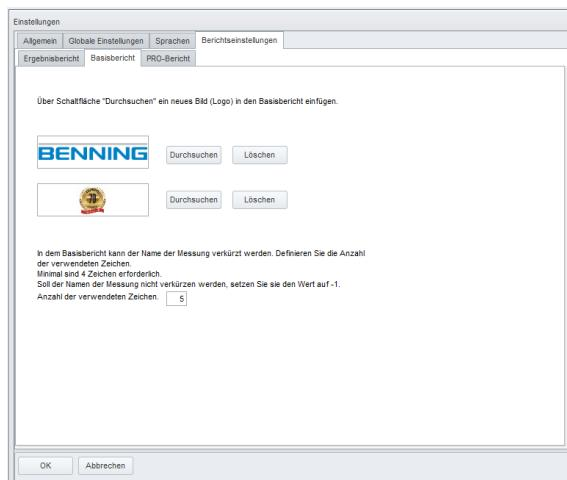

Abbildung 8.3: Logo-Einbindung im „Basisbericht“
- Wählen Sie die Registerkarte „Basisbericht“ (**Abbildung 8.3**), um die Logoeinstellungen vorzunehmen.